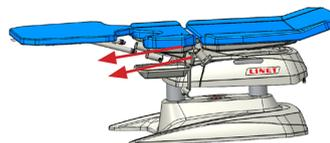

Fig. 6 Rimozione dell'estensione della superficie paziente
- 3) Tenere quindi con entrambe le mani l'estensione della superficie paziente sui lati lunghi del rivestimento e allontanare l'estensione della superficie paziente dalla sedia finché le barre di guida non siano state completamente rimosse da entrambi i fori della staffa (Fig. 6)